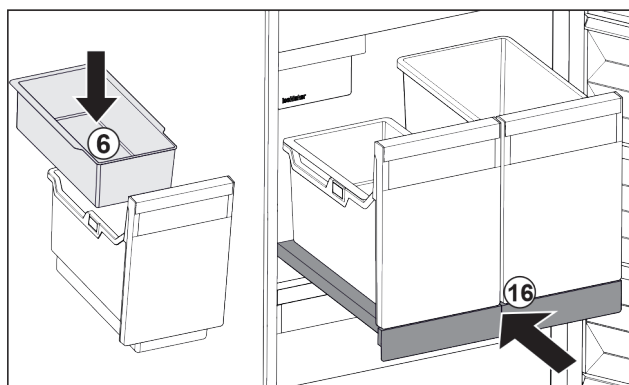

Fig. 48
- ▶ Installer le balconnet Fig. 48 (6) pour glaçons.
- ▶ Rentrer le compartiment coulissant avec le bac (IceTower). Fig. 48 (16)